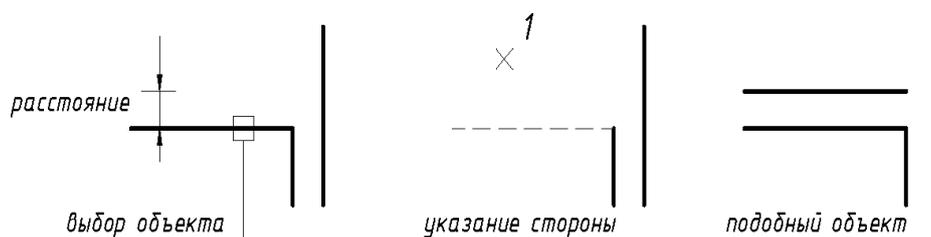

Рисунок 18. Создание подобного объекта
4 Укажите точку, определяющую сторону смещения, или [Выход/Несколько/Отменить]: *Указать точку (1) по нужную сторону от объекта или задать опцию (рис. 18).*